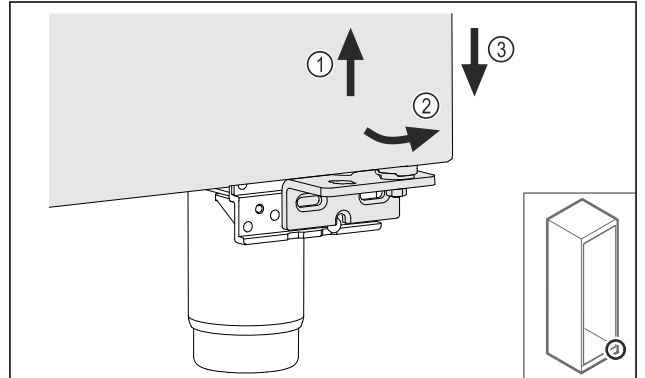

Fig. 21
- Soulever légèrement la porte Fig. 21 (1), la faire basculer vers l'avant Fig. 21 (2) et l'abaisser Fig. 21 (3).